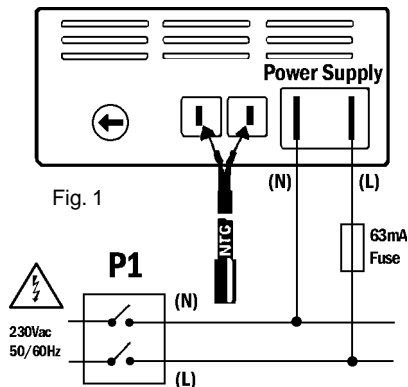

Fig. 1
Installation (fig 1)
- ⚠ **Koppla bort strömförsörjningen från kortet med hjälp av strömbrytaren på panelen (P1 i fig 1)**
- Om möjligt, rekommenderar tillverkaren att fasen (L) ansluts till insticksanslutningen till höger och nollan (N) till insticksanslutningen till vänster
Frånkoppling och byte av givare (fig 1)
- Koppla bort strömförsörjningen från det kort, där givaren sitter placerad, med hjälp av strömbrytaren på panelen (P1 i fig 1)**